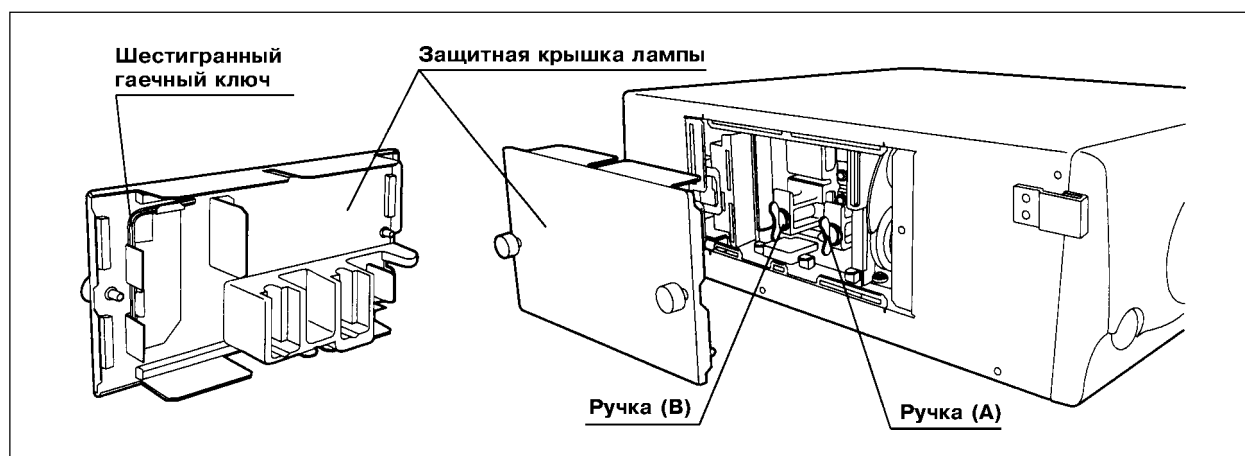

Рис. 6.1.
3. Снимите защитную крышку рабочей лампы на боковой панели источника света. Убедитесь, что внутренняя поверхность камеры рабочей лампы охладилась в достаточной степени, затем отсоедините от задней поверхности защитной крышки шестигранный гаечный ключ (см. рис. 6.1).